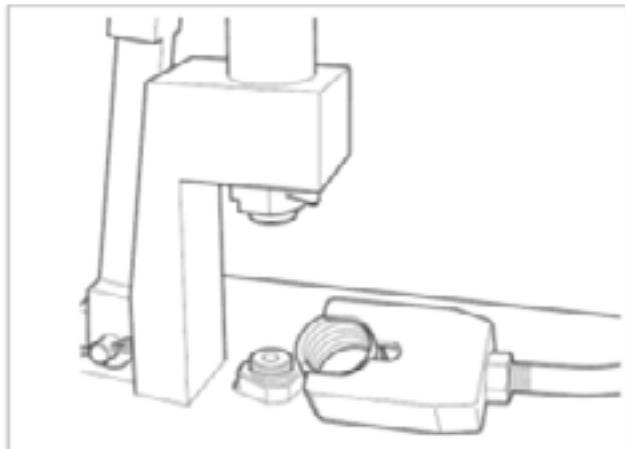

Fig. 2.64
4. Enquanto a mola estiver comprimida, insira-a na ferramenta MST4211 - CT07 e remova-a da ferramenta de compressão da mola (Fig. 2.64 e Fig. 2.65).